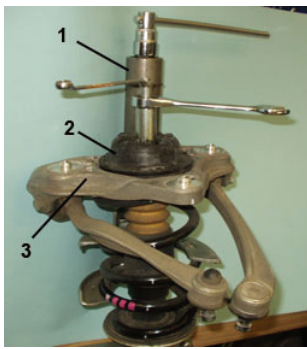

Fig. 4:
- **Fig. 4** Kolbenstangenmutter mit Spezialwerkzeug abschrauben.
- **Fig. 4** Use a special tool to unscrew piston rod nut.
- **Fig. 4** Dévisser l'écrou de la tige de piston avec un outil spécial.
- **Fig. 4** Desatornillar la tuerca del eje del amortiguador con una herramienta especial.